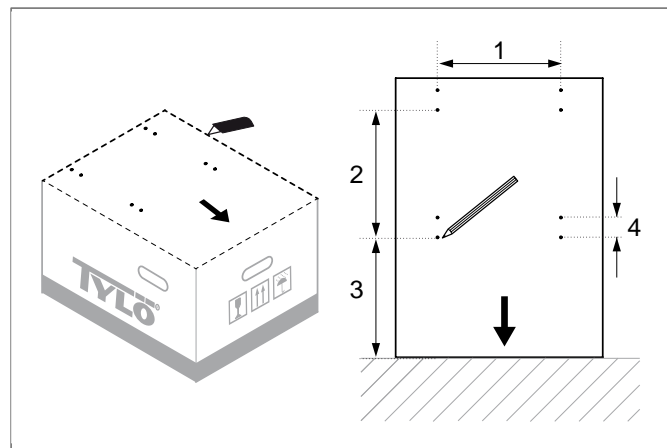

Fig 10: Bormall
8. Använd bormallen för att markera var aggregatet ska placeras se **Fig 10**, sidan 5. Bormallen placerar aggregatet 150 mm från golv. (Detta steg utförs ej om aggregatet skall vara golvstående. Se separat anvisning för aggregatfötter (tillval).)